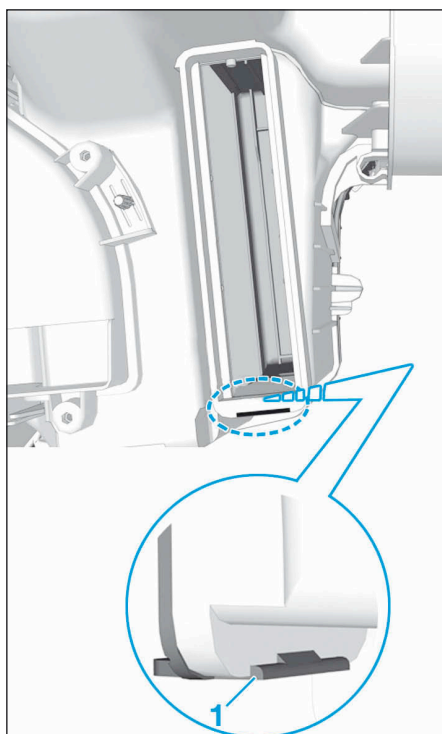

FIG.6
- Découper une encoche sur la partie inférieure de la zone d'adaptation afin de recevoir le couvercle du filtre à air d'habitacle (1) (Fig.6).